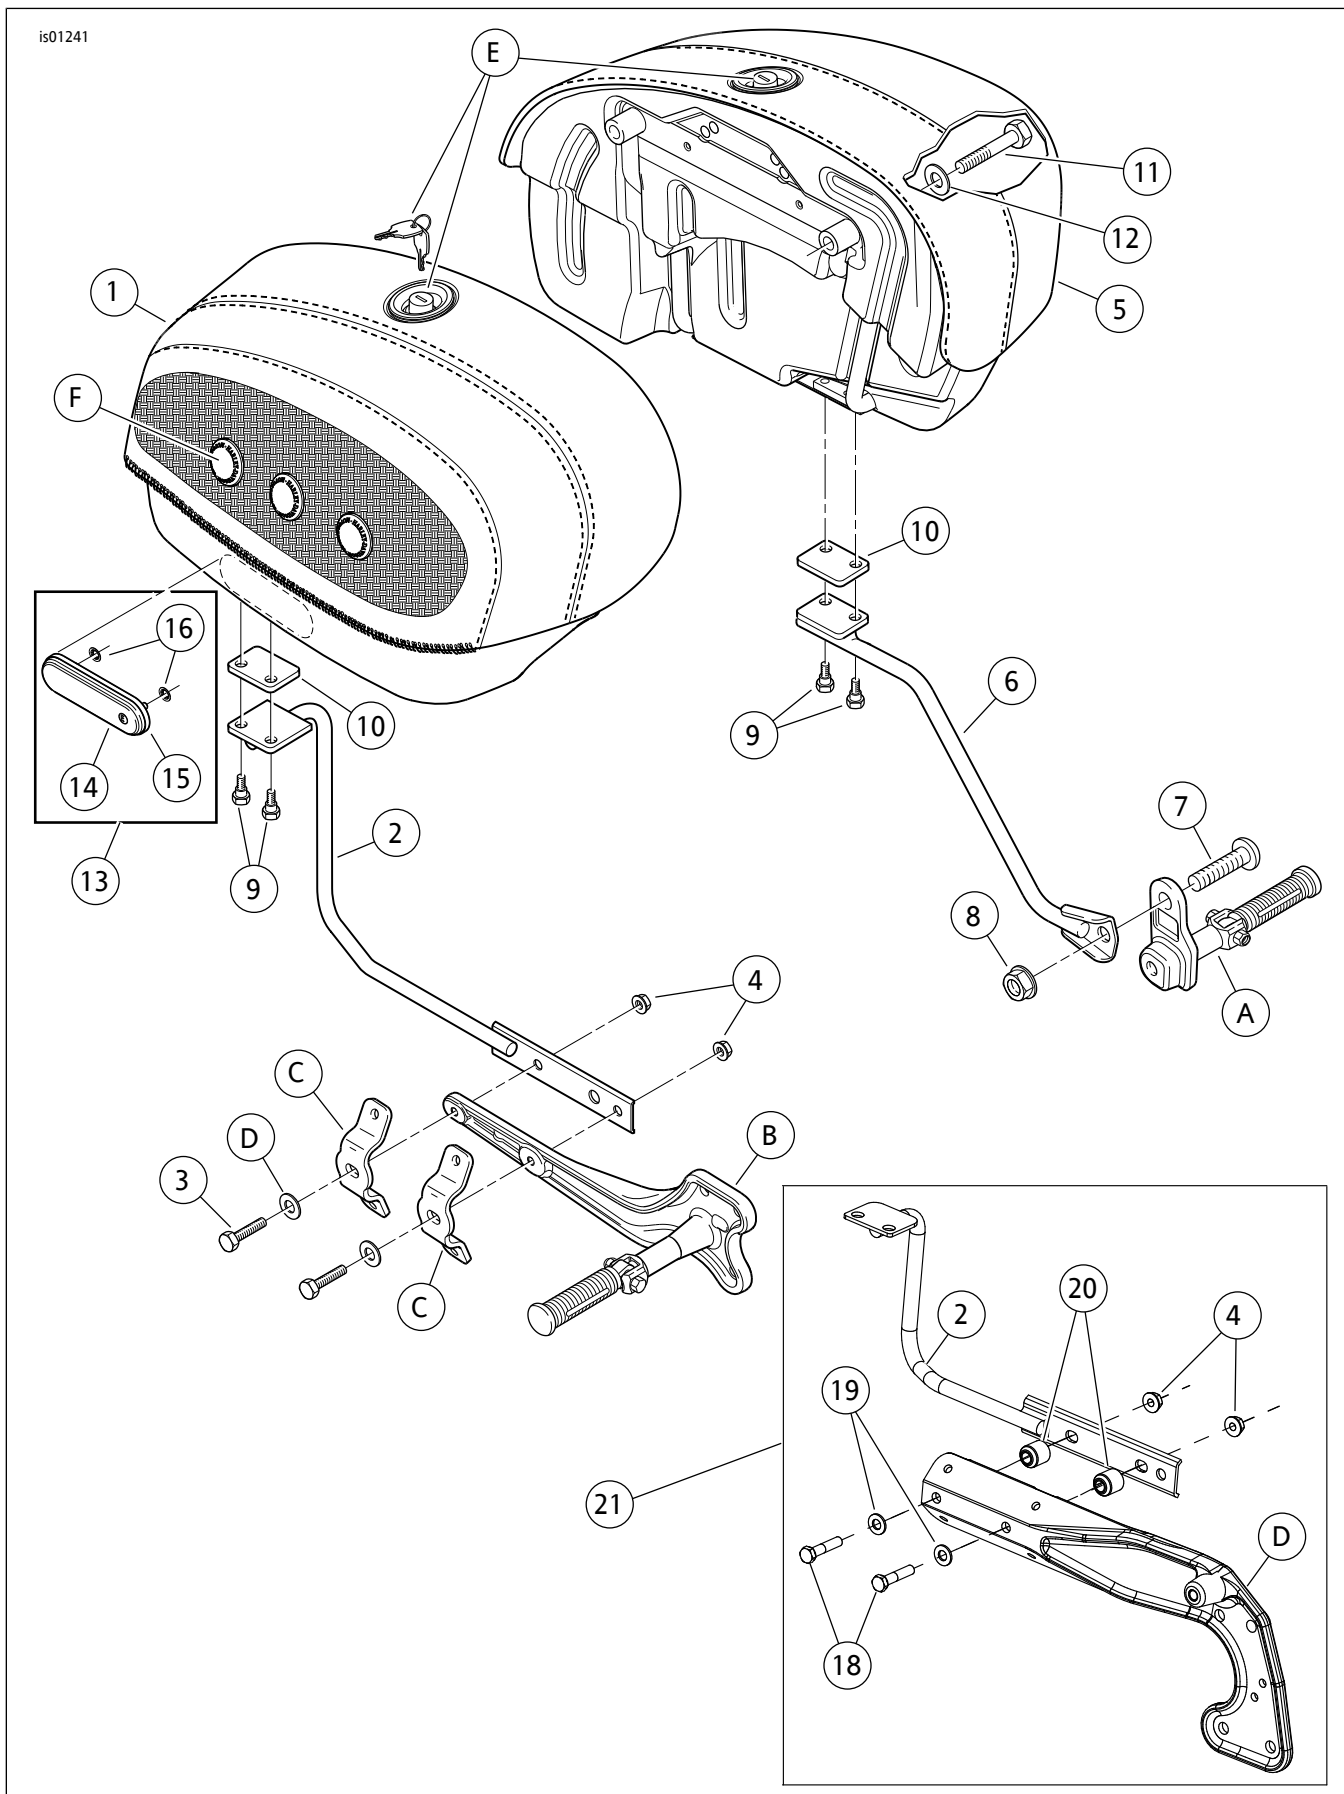

图6。维修零件：FLSTN边箱套件（2007年款及之后的车型在方框中显示）
1. 参见图6。从套件中取出以下项目：
2. 参见图6。从套件中取出以下项目：
7. 参见图6。从套件中取出两个带肩螺栓(9)和一个隔离器垫(10)。
1. 参见图6。检查确认螺栓(9)肩部未将隔离器垫(10)挤压至边箱下侧，然后拧紧螺栓至24-27牛米(18-20英尺磅)。在对侧重复操作。